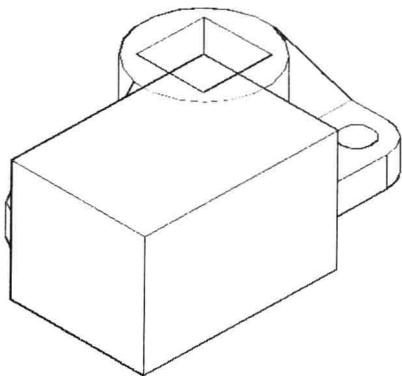

图 9-6-13
(21) 选择菜单命令“绘图 / 建模 / 长方体”，捕捉并单击圆柱体顶面的圆心，确定长方体的一个角点，单击另一点确定平面，向下移动光标并单击，创建长方体，如图9-6-13所示。